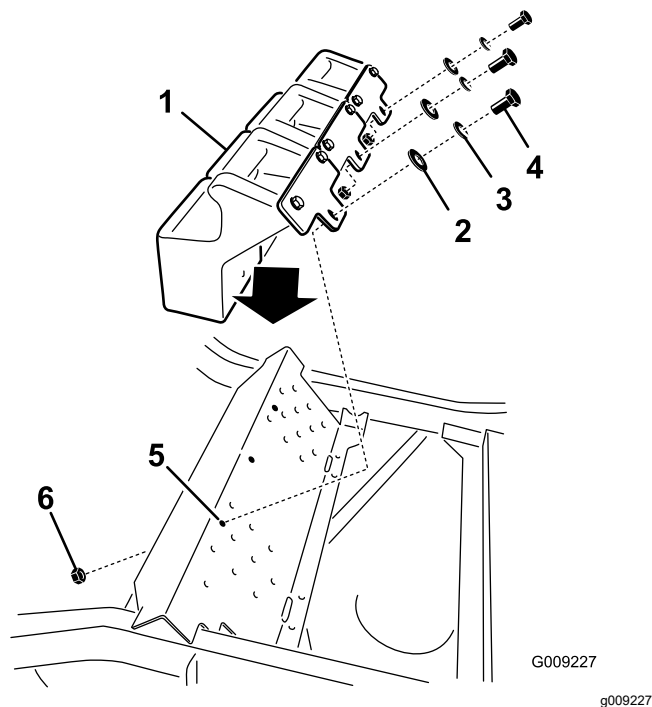

Figura 35
5. Instale os pesos dianteiros na parte superior do apoio de pé (Figura 35).
6. Fixe os pesos dianteiros na parte superior do apoio de pé e no suporte de montagem de pesos com seis parafusos ($\frac{3}{8}$ pol. x 1 pol.), seis anilhas de bloqueio, três porcas flangeadas ($\frac{3}{8}$ pol.) e seis anilhas planas ($\frac{3}{8}$ pol.) como se mostra na Figura 35.